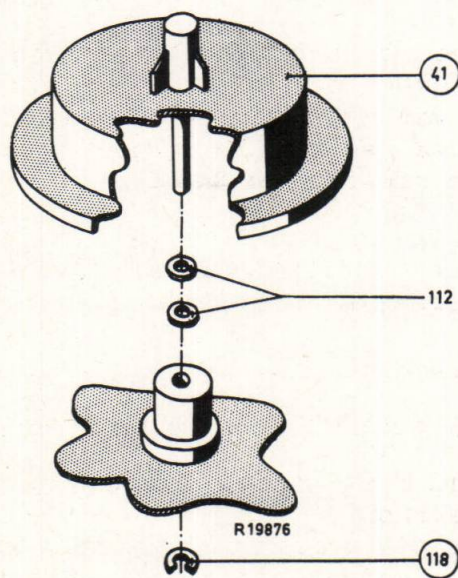
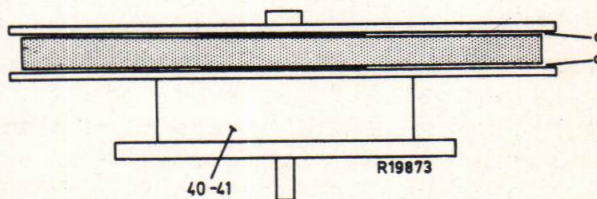

Fig. 12
Fig. 13
- Als laatste moet de hoogte-instelling van de spoelschotel 40 en 41 gecontroleerd worden. Hierbij moet er op gelet worden dat de band in het midden van de haspel wordt opgewikkeld of althans niet tegen de flens van de haspel aanloopt, fig. 13. Deze hoogte van de rechterspoelschotel kan worden ingesteld door het aantal opvulringen 112 te verminderen of te vermeerderen, fig. 12.